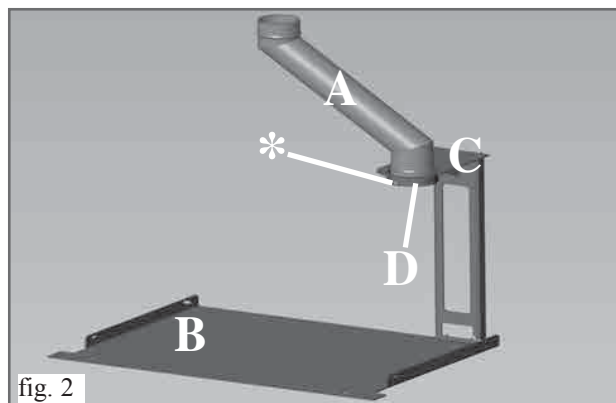

fig. 2
- Entubar el viejo tubo de humos existente con tubo de acero y aplicar en su base el trozo de canal de humo (A) para conectarse a la salida de humos del INPELLET 54 (que resultará desalineado).
- Instalar y fijar con tacos la placa de apoyo (B) en la posición definitiva donde se colocará el insertable.
- Posicionar y fijar (con los pernos suministrados) el estribo (C) de centrado del trozo de canal de humo (A).
- Calzar el trozo de canal de humo en el anillo (D) del estribo (C) apoyándolo en el tornillo ( \* fig 2).